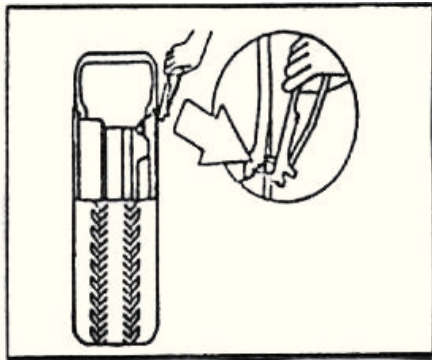

рис.17
4.1.1 Полностью выпустите воздух из шины и извлеките основу. Используйте клещи, чтобы снять грузики с обода. (Рис.17).